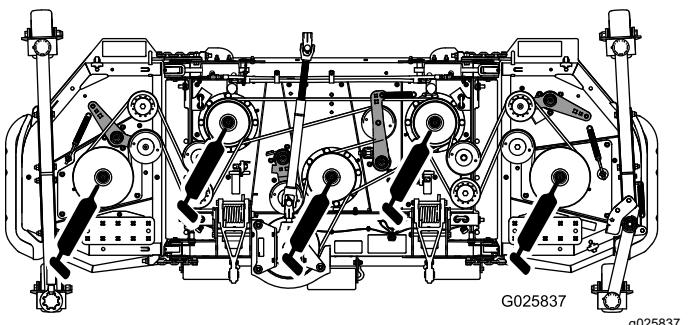

Figura 21
- Cojinetes de los ejes de las cuchillas (5) (Figura 21).